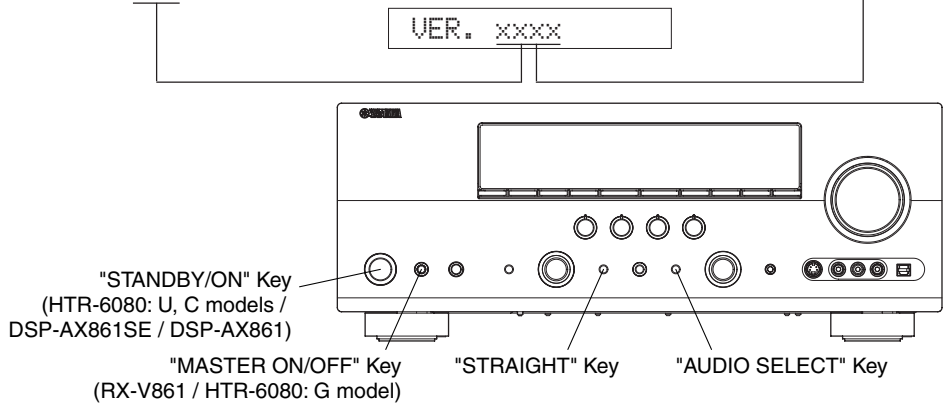

Fig. 5
2. Press the "MASTER ON/OFF" (RX-V861 / HTR-6080: G model) / "STANDBY/ON" (HTR-6080: U, C models / DSP-AX861SE / DSP-AX861) key while simultaneously pressing the "STRAIGHT" and "AUDIO SELECT" keys. (Fig. 5)
Check the displayed firmware version is the same as the written firmware version. (Fig. 5)
2. "STRAIGHT"キーと"AUDIO SELECT"キーを押しながら、"STANDBY/ON"キーを押し、ダイアグを起動します。(Fig. 5)
表示されたファームウェアのバージョンが書き込んだファームウェアのバージョンと同じであることを確認します。(Fig. 5)
- 2. Press the "MASTER ON/OFF" (RX-V861 / HTR-6080: G model) / "STANDBY/ON" (HTR-6080: U, C models / DSP-AX861SE / DSP-AX861) key while simultaneously pressing the "STRAIGHT" and "AUDIO SELECT" keys. (Fig. 5)
- 2. "STRAIGHT"キーと"AUDIO SELECT"キーを押しながら、"STANDBY/ON"キーを押し、ダイアグを起動します。(Fig. 5)
8. Press the “MASTER ON/OFF” (RX-V861 / HTR-6080: G model) / “STANDBY/ON” (HTR-6080: U, C models / DSP-AX861SE / DSP-AX861) key while simultaneously pressing “STRAIGHT” and “AUDIO SELECT” keys of the main unit. Then the DIAG function is activated. (Fig. 5)
8. 本機の“STRAIGHT”キーと“AUDIO SELECT”キーを押しながら、“STANDBY/ON”キーを押し、ダイアグを起動します。(Fig. 5)